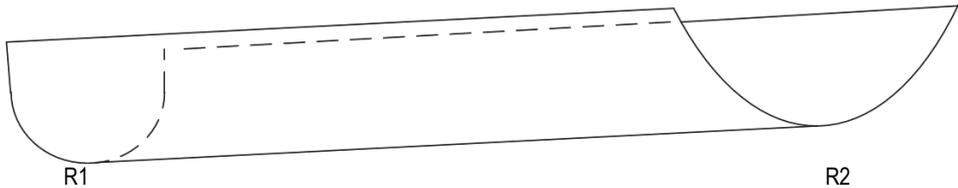

Figura 4-57 Posições R1 e R2
3. Se estiver usando uma superfície que não varia ao longo da trajetória de varredura, você pode usar a mesma referência para definir o início e o fim do portão. Se a superfície variar ao longo da linha de varredura, use as posições R1 e R2 (Figura 4-57 na página 155) como referências para as etapas 4. na página 156 a 9. na página 158. Na ilustração, o raio da curvatura é menor em R1 do que em R2.
4. Coloque a sonda na amostra na posição R1 como em Figura 4-57 na página 155. Se a forma da amostra não variar, use qualquer posição limpa na amostra.